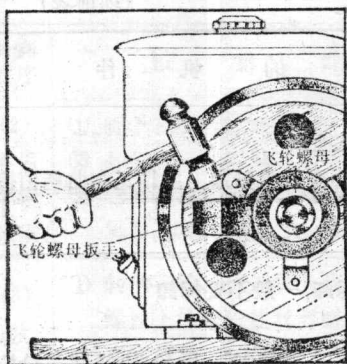
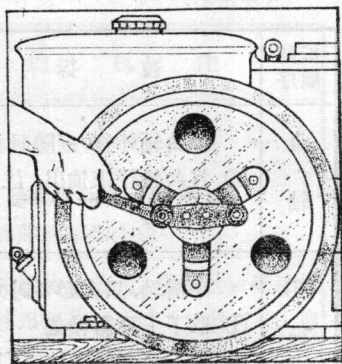

图4 拆卸飞轮螺母
图5 用飞轮拉出器拆飞轮
(4) 拆 卸 飞 轮	① 拆下皮带轮,将飞轮螺母止退垫圈的折边翻平 ② 套上60六角扳手,用锤子逆时针方向敲击扳手柄,将飞轮螺母旋松,但不旋下(图4) ③ 用拉出器将飞轮拉出(图5)。如不易拉动,可用锤子敲击拉出器压板中部 ④ 旋下飞轮螺母,取下飞轮。因飞轮较重,取下时应注意安全,并且不要碰坏曲轴上的螺纹 ⑤ 用M6螺钉将曲轴上的飞轮键顶出
(5) 拆 卸	① 将主轴承盖上的机油管管接螺栓旋下,取下机油管;取下机油泵 ② 旋下主轴承盖上的螺栓后,用两只M8螺栓旋入主轴承盖上的拆卸螺孔中。两只螺栓同时均匀旋入,将主轴承盖顶出。在顶出过程中,注意曲轴不能同时跟随外移,如果发